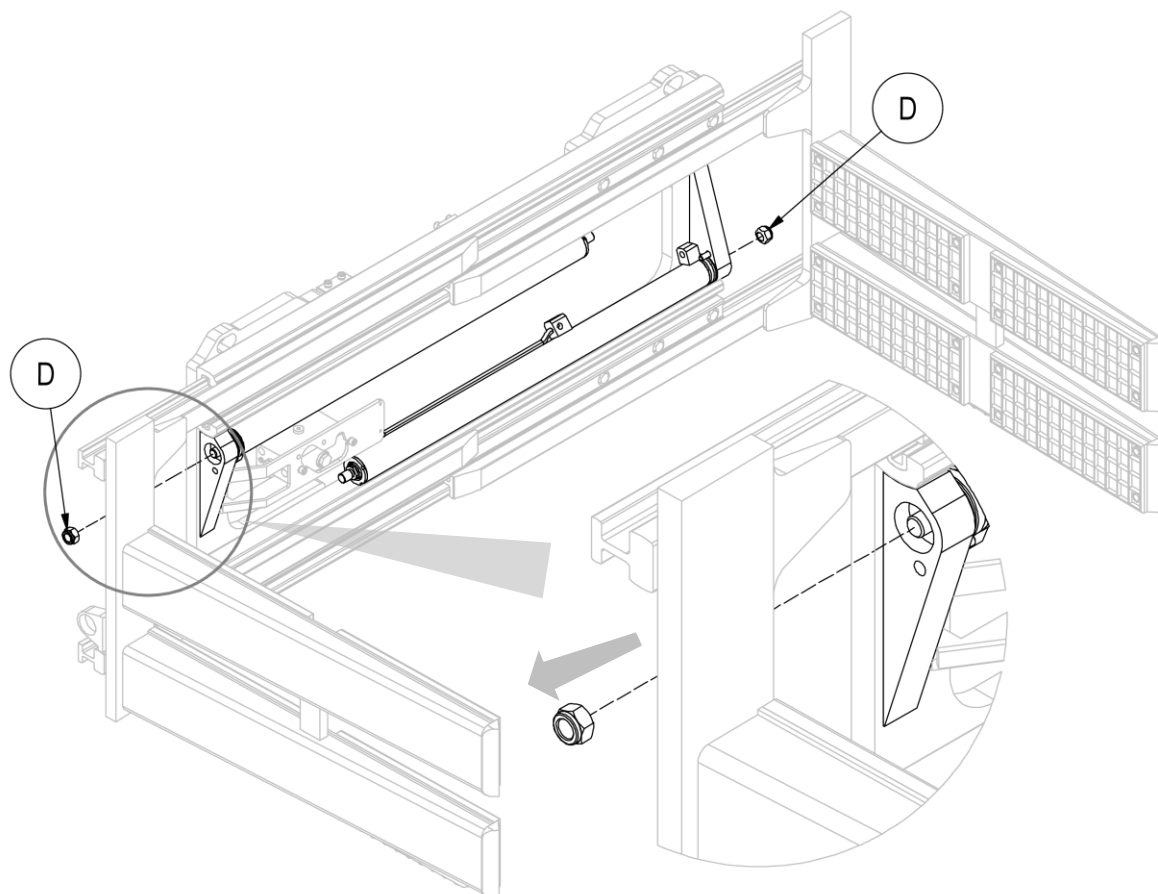

Figura 37
7. Rimuovere i dadi D che vincolano i cilindri alla struttura dell'attrezzatura e rimuovere i cilindri stessi, prestando attenzione a non danneggiarli (vedi *Figura 37*).